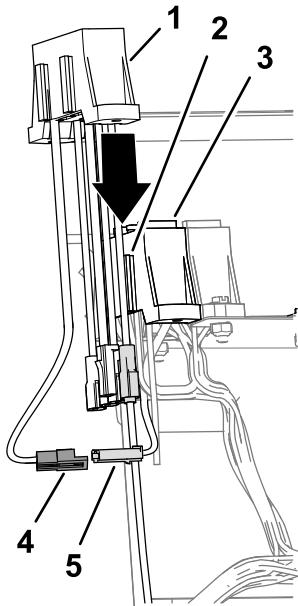

Figura 23
2. Collegate il connettore a 2 pin dei fili di alimentazione ausiliari del portafusibili della macchina al connettore a 2 prese dei fili di alimentazione del portafusibili ausiliario (Figura 23).
3. Allineate le scanalature del portafusibili ausiliario alle flange di montaggio del portafusibili della macchina (Figura 23).